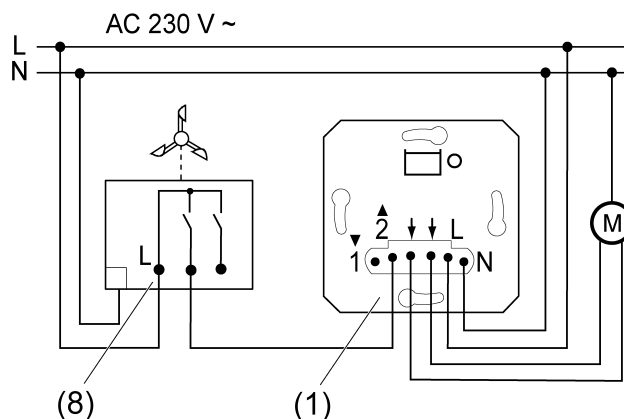

Bild 6: Anslutningsexempel vindsensor
- Anslut vindsensorn (8) enligt anslutningsexemplet (Bild 6). Vindlarmet implementeras via extensioneringång 2.